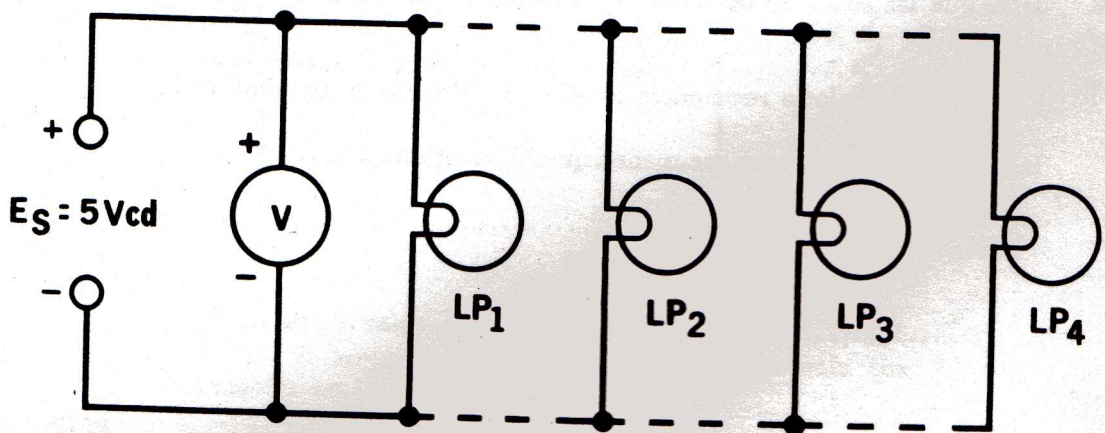

Fig. 11-3
9. Conecte una lámpara miniatura a la fuente de energía y ajústela para 5 volts de cd. Observe la brillantez de la lámpara. Vea la Fig. 11-3.